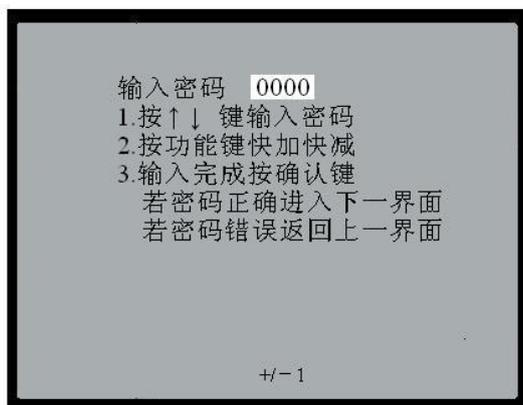

图 4-3-2 密码输入界面
1) 验证：开/关。若密码验证设置为“开”，在功能菜单下，进入“设置 XX 组”、“系统设置”和“补偿测试”时，测试仪会先进入密码输入界面，提示输入密码，如图 4-3-2 所示，以防止非专业人员对仪器设置的随意改动。